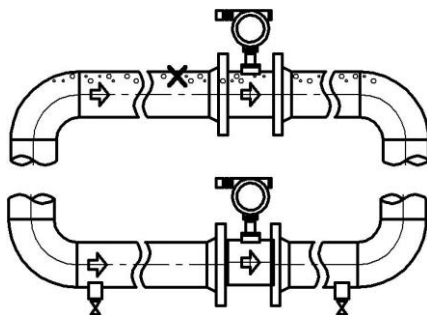

Рисунок 2. Установка датчика на трубопроводе
2.3.1 Датчик следует располагать таким образом, чтобы исключить скопление газовых включений в полости датчика (рисунок 2).